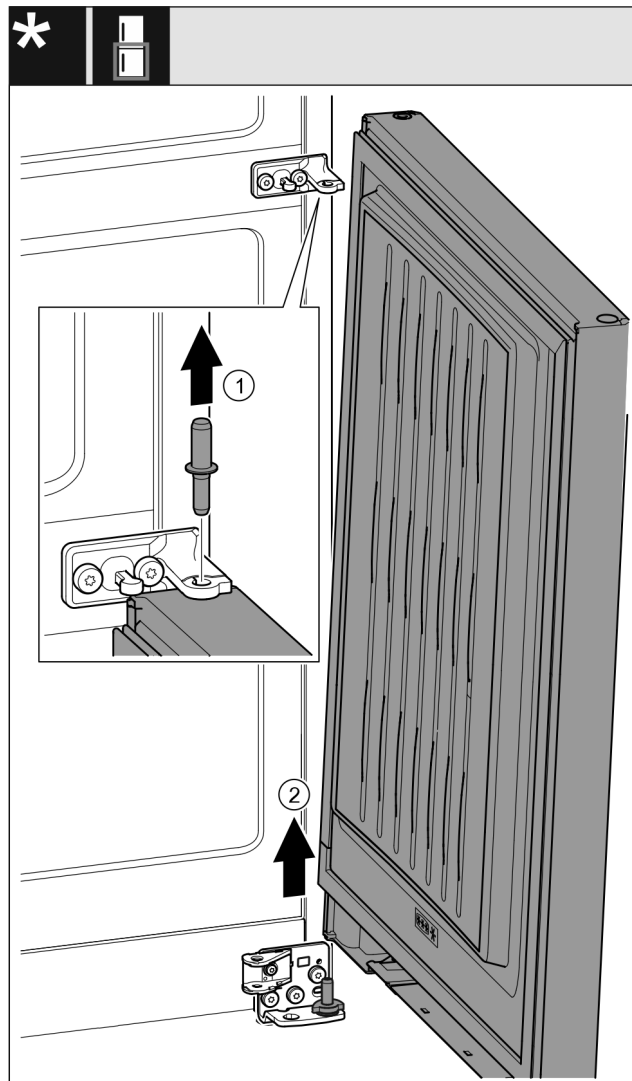

Fig. 22 Con ammortizzatore di chiusura*
- ▶ Estrarre il perno Fig. 22 (1) verso l'alto.*
- ▶ Ruotare all'esterno la porta Fig. 22 (2), tirarla verso l'alto e disporla a lato.*